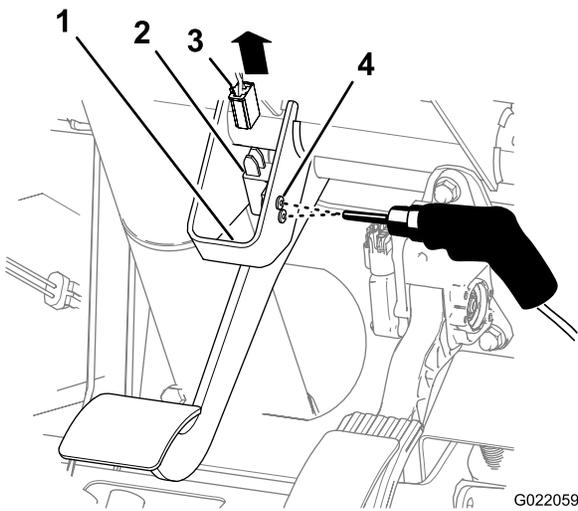

Bild 5
- Ziehen Sie den Buchsenstecker des Maschinenkabelbaums vom 2-Stift-Bremsschalter ab (Bild 5).
- Bohren Sie die zwei Blindnieten, mit denen der 2-Stift-Bremsschalter an der Stützhalterung für das Bremspedal befestigt ist, mit einem Bohrer (3/16") aus (Bild 5).
- Nehmen Sie den 2-Stift-Bremsschalter und die Scheiben von der Stützhalterung ab (Bild 5).